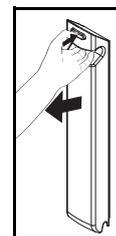

Fig. 3
- 4) Quando as baterias estiverem completamente carregadas, retire o conjunto de bateria do carregador. Para o fazer, prima o botão vermelho e puxe o conjunto de bateria na sua direção (veja Fig. 3). O LED permanece verde para mostrar que o carregador está ligado.